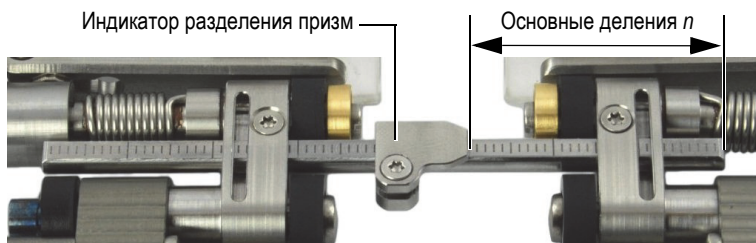

Рис. 2-25 Установка индикатора разделения призм
3. Наденьте на поперечный стержень (стержни) индикатор(ы) разделения призм, так чтобы с правой стороны индикатор был выровнен с нужным основным делением (n), отсчитывая с правого конца стержня [см. Рис. 2-25 на стр. 43].